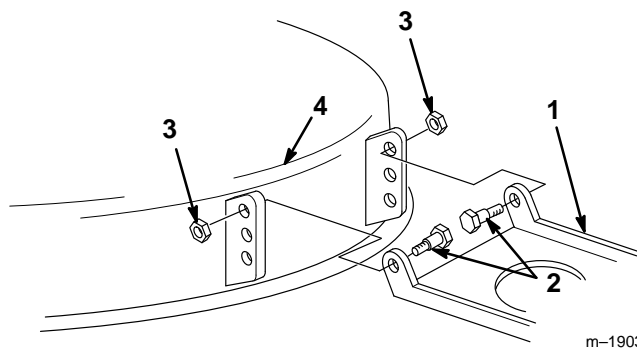

Figure 51
11. S'il n'y a pas moyen d'obtenir l'inclinaison avant/arrière de 6 à 16 mm (1/4" à 5/8") en tournant les écrous de réglage d'inclinaison, modifier l'accrochage du pivot du côté du plateau de tonte (Fig. 51).
12. Retirer du plateau les boulons à embase et contre-écrous (Fig. 51).
13. Placer le pivot de tondeuse un trou plus bas et remettre les boulons à embase et contre-écrous (Fig. 51).